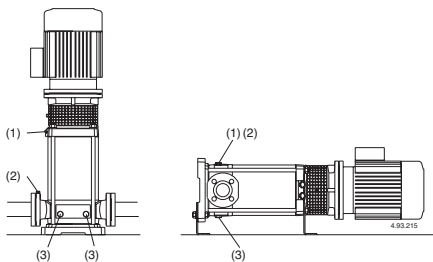
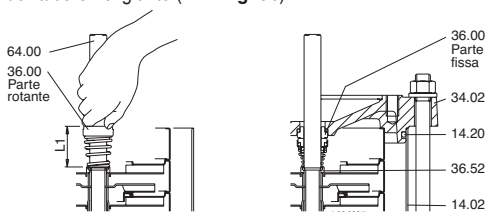

Fig. 4 (1) Riempimento e sfiato
Fig. 5 Montaggio tenuta meccanica
Con la **pompa sopra il livello dell'acqua** da sollevare (funzionamento in aspirazione, **fig. 3A**) o con un battente insufficiente (inferiore a 1 m) per aprire la valvola di non ritorno, riempire il tubo aspirante e la pompa attraverso l'apposito foro (1) (**fig. 4**).
Con il **livello dell'acqua in aspirazione sopra la pompa** (funzionamento sotto battente, **fig. 3B**) riempire la pompa aprendo lentamente e completamente la saracinesca nel tubo di arrivo, tenendo aperta la saracinesca in mandata ed i fori di sfiato (**fig. 4**) per fare uscire l'aria.
Chiudere i fori di sfiato (**fig. 4**), per le pompe MXV-B, MXV(L) 25-32-40 e MXV(L)4 25-32-40 serrare la vite a spillo (14.17) nel tappo di scarico (14.12) (**fig. 4b**) e chiudere il foro di sfiato (14.04).
Se si verifica una perdita di adescamento (interruzione del flusso di mandata, nonostante le saracinesche siano aperte) o se si nota una oscillazione della pressione indicata dal manometro, ripetere lo sfiato del lato aspirazione, verificare che tutte le giunzioni del tubo aspirante siano a perfetta tenuta e serrare il tappo di sfiato ed i tappi di scarico sul lato aspirazione (**fig. 4**).
Possibilmente, come nel caso di impieghi temporanei con liquidi sporchi, fare funzionare brevemente la pompa con acqua pulita per rimuovere i depositi. Oppure, dopo lo svuotamento, eseguire un lavaggio immettendo acqua pulita (almeno 40 litri) nel foro di riempimento (1) lato mandata e lasciandola uscire dal foro di scarico (3) lato aspirazione (**fig. 4**).
Prima dello smontaggio scollegare il cavo dalla scatola morsetti, chiudere le saracinesche in aspirazione e mandata e svuotare il corpo pompa (**fig. 4**). Per lo smontaggio ed il rimontaggio osservare la costruzione sul disegno in sezione (**capitolo 14.**) e le **figure 5, 6**.
Estrarre la tenuta meccanica (36.00), la parte rotante dall'albero (64.00), facendo attenzione a non rigare l'albero e la parte fissa dal coperchio superiore (34.02). Spingere la parte rotante sull'albero (64.00) fino all'anello di spallamento (36.52), lasciando la molla non compressa. Controllare la lunghezza prima e dopo l'infilo e sollevare l'anello rotante fino alla lunghezza iniziale (L1 in **fig. 5**).